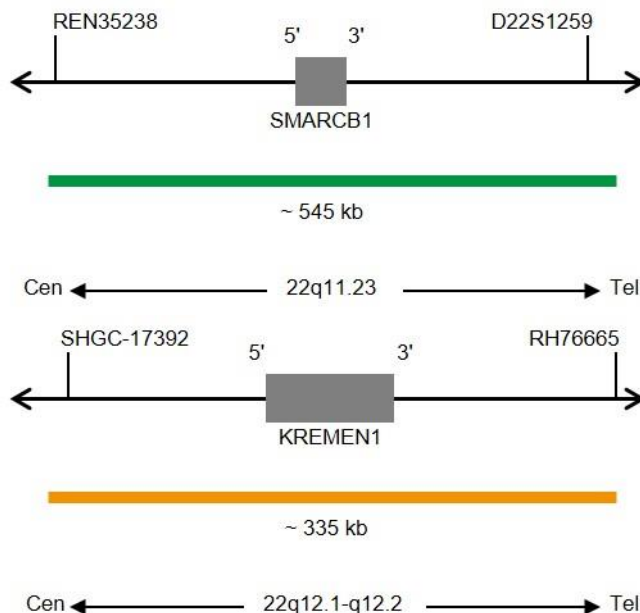

Abb. 1: Oben: SPEC SMARCB1 Sondenlokalisation; Unten: SPEC 22q12 Sondenlokalisation (nicht maßstabsgetreu)
- ZyGreen (Anregung 503 nm/Emission 528 nm) markierten Polynukleotiden (~10 ng/μl), die gegen Sequenzen in 22q11.23* (chr22:23,887,951-24,431,064) gerichtet sind, welche die SMARCB1-Genregion enthalten (siehe Abb. 1).
- ZyOrange (Anregung 547 nm/Emission 572 nm) markierten Polynukleotiden (~4,5 ng/μl), die gegen Sequenzen in 22q12.1-22q12.2* (chr22:29,340,078-29,673,440) gerichtet sind (siehe Abb. 1).